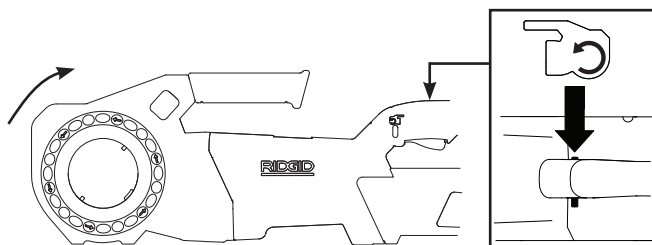

図 5A – 正転（時計回り）に入っているスイッチ
- 正逆スライドスイッチを正転の位置に入れます。ON/OFF を押下および解除します。パワードライブが正しい方向に回転し(図5Aを参照)、スイッチを離すと停止することを確認します。